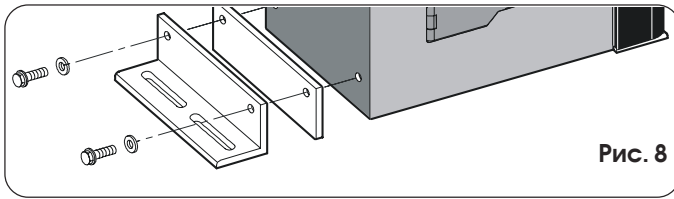

Рис. 8
- 1) Установите на привод крепежные уголки и амортизирующие прокладки, как показано на рис. 8.